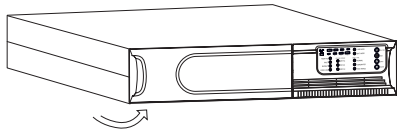

Рис. 1
1. Снимите переднюю панель батарейного отсека (ВБМ), равномерно потянув с обеих сторон.(рис. 1)